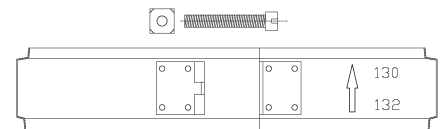

Fig.3
- dopo aver innestato due elementi (solo per Plastikoaax DK e Plastikoaax DT (Fig.1B) e Plastikair "out" DO e Plastikair "out" DQ (Fig.1C), montare e serrare meccanicamente la fascetta di sicurezza sulla parete esterna, assicurandosi che la vite sia ben serrata (8 N•m). Su ogni fascetta sono riportati 2 numeri indicanti il diametro esterno del profilo; la fascetta è montata correttamente quando il valore maggiore tra i due è posizionato verso il basso (Fig. 3).